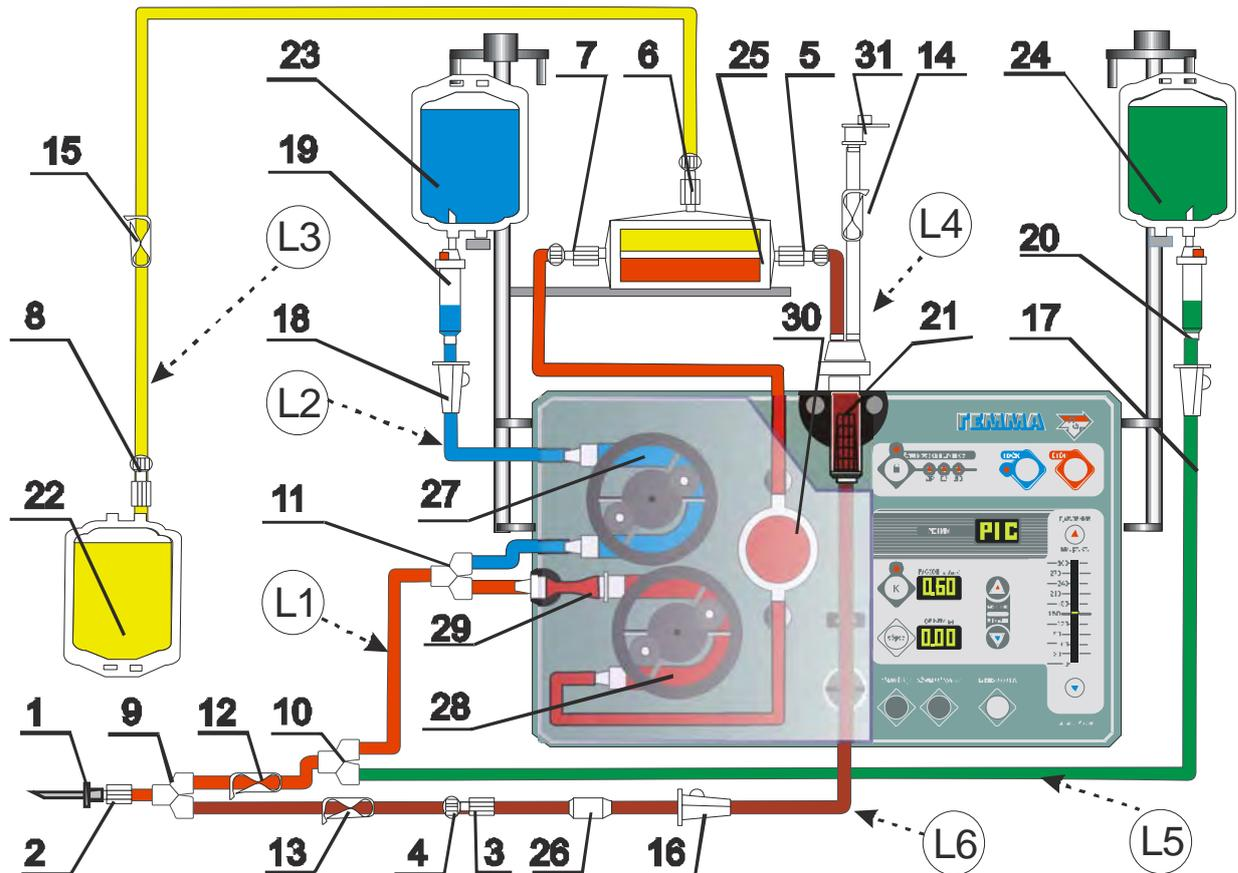

Рис. 7. Расположение магистрали СМ-ПФ-01 в аппарате
Схема расположения магистрали в аппарате представлена на рис.7.
**Фаза забора крови.** Кровь от пациента по ветви забора крови (**L1**, рис.7) через измерительный сегмент (**29**, рис.7), расположенный в датчике разрежения ДР (**3**, рис.3), поступает в насосный сегмент (**28**, рис. 7) насоса НК (**1**, рис.3) и далее в дозирующий контейнер (**30**, рис.7), который, наполняясь, задвигает шток механизма выжима (**4**, рис.3).
В фазе забора крови электромагнитный клапан ЭК (**7**, рис.3) перекрывает ветвь возврата эритроцитарной массы (**L6**, рис.7), чем исключается возможность возврата крови на вход насоса НК в фазе забора. Объем однократного забора крови, поступающей в дозирующий контейнер (**30**, рис.7), может задаваться от 3 до 10 мл.
Из дозирующего контейнера под заданным давлением кровь поступает в плазмофильтр (**25**, рис.7), в котором происходит отделение плазмы. Плазма по ветви отвода (**L3**, рис.7) выводится из плазмофильтра, в контейнер для сбора плазмы (**22**, рис.7), а эритроцитарная масса через капельницу-ловушку воздуха (**21**, рис.7) по трубке, проходящей через датчик воздуха ДВ (**6**, рис.3) и электромагнитный клапан ЭК (**7**, рис.3), возвращается пациенту (**L6**, рис.7). Используя зажим (**16**, рис.7), можно регулировать длительность выжима дозирующего контейнера за счет создания им сопротивления на выходе из плазмофильтра.
Коннекторы **4** и **3** (рис.7) разъединены, зажим **13** закрыт, к коннектору **3** подсоединен катетер возврата крови.